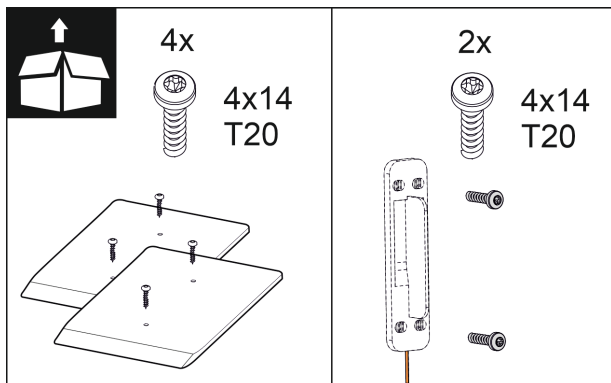

Fig. 16
2. Pārbaudiet montāžas detaļas papildaprīkojuma komplektā. *Fig. 10 () līdz Fig. 16 ()*